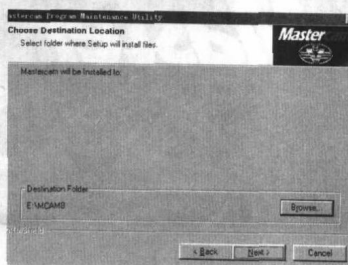

图 1-5
4) 在 Destination Folder (目标子目录) 中选 **Browse...** (浏览), 可选择所安装的根目录或子目录, 设置好后选 **Next >** (下一步), 如图 1-5 所示。